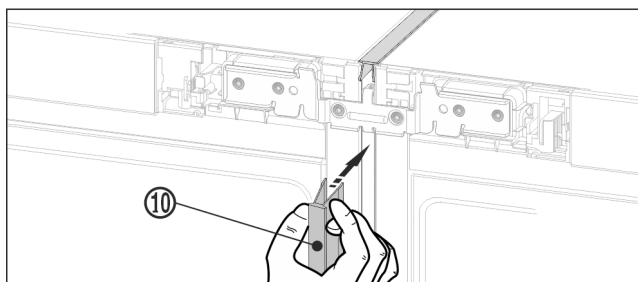

Fig. 21 \*
- Na přední straně zatlačte dlouhou krycí lištu Fig. 21 (10) do svislé spáry. Dbejte na to, aby lišta stála na spojovacím plechu.\*